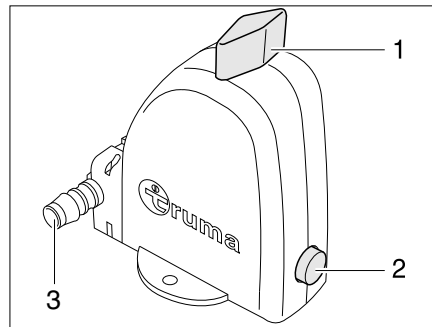

Fig. 327 Valve de sécurité et de vidange du chauffe-eau - Position de fonctionnement
Le chauffe-eau est équipé d'une valve de sécurité et de vidange (Fig. 327). La valve de sécurité et de vidange empêche que l'eau ne gèle dans le chauffe-eau lorsque le chauffage n'est pas allumé en cas de gel.
- ▷ Veiller à ce que la tubulure d'évacuation (Fig. 327,3) de la valve de sécurité et de vidange ne soit jamais obturée (p. ex. par des feuilles, du gel).
- Tourner le bouton rotatif (Fig. 327,1) de 90° parallèlement à la valve de sécurité et de vidange.
Le bouton-poussoir (Fig. 327,2) ressort. Le chauffe-eau est vidé à l'extérieur via la tubulure d'évacuation (Fig. 327,3) de la valve de sécurité et de vidange.
- Tourner le bouton rotatif (Fig. 327,1) de 90° transversalement à la valve de sécurité et de vidange.
- Enfoncer le bouton-poussoir (Fig. 327,2).